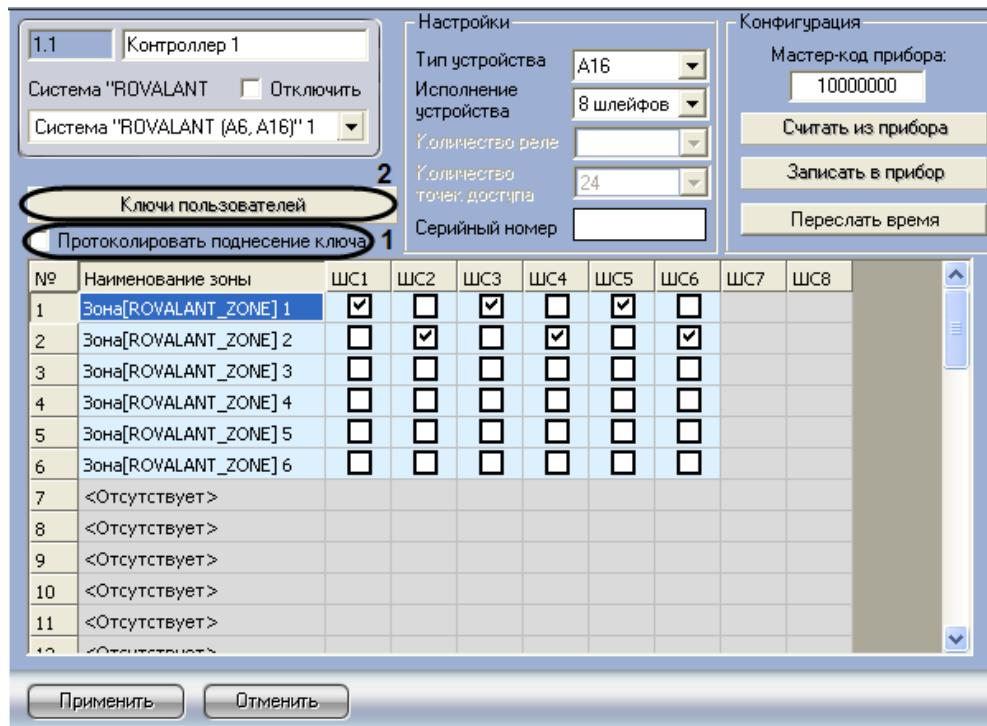

Рис. 3.3—9 Задание ключей пользователя
- Перейти на панель настроек объекта **Контроллер** (Рис. 3.3—9).
- Установить флагок **Протоколировать поднесение ключа**, если необходимо отображать в протоколе случаи предъявления идентификатора доступа (см. Рис. 3.3—9, 1).